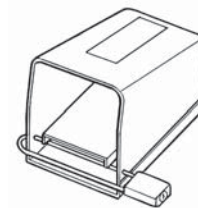

Рисунок 1 – Заблокированный педальный выключатель
- Заблокируйте педальный выключатель, если станок не используется (см. рисунок 1.) Это позволяет избежать случайного запуска.